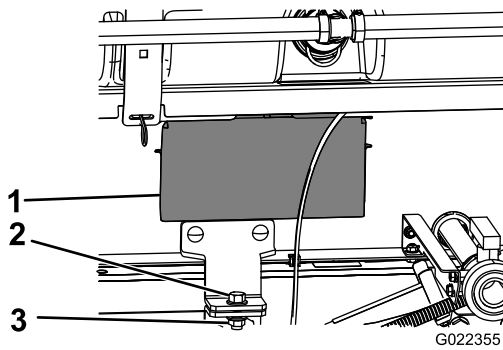

Figura 36
5. Retire los paneles de acceso a ambos lados del bastidor del patín. (Figura 36).
8. Sujete el soporte de sujeción del conjunto del patín al soporte de la plataforma del bastidor en cada lado de la máquina con un perno ($\frac{1}{2}$ " x $1\frac{1}{2}$ "") y una contratuerca ($\frac{1}{2}$ "") como se muestra en Figura 36.